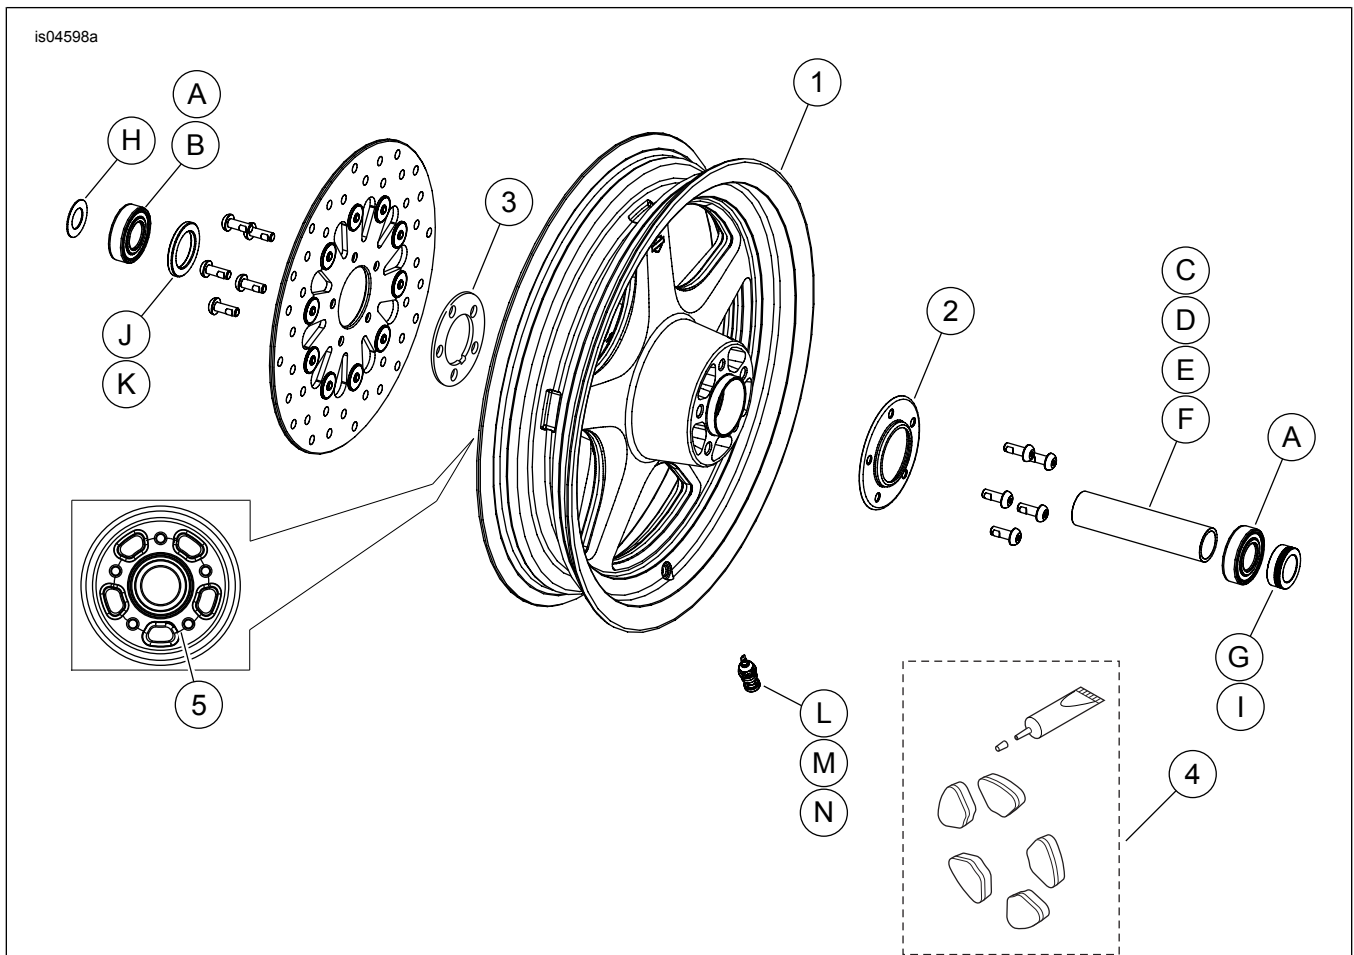

Abbildung 2. Ersatzteile: „THUNDERSTAR“-VORDERRADSÄTZE (16-Zoll-Rad abgebildet)
Diese Sätze enthalten das Spezial-Rad und je nach Satz u. U. auch eine Radkappe und Nabenplatte. Siehe Abbildung 2. und Tabelle 3 für Inhalt des Satzes.
2. Siehe Abbildung 2. Die Ventilschaft-Baugruppe (L, M oder N) am Rad anbringen. Siehe REIFEN im Werkstatthandbuch.
- Die linke Seite des Rads verfügt über eine maschinell in die Nabe eingearbeitete Rille (Teil 5, Siehe Abbildung 2.) und/oder DOT-Markierungen, die diese Seite als Bremsscheiben- und Primärlagerseite kennzeichnen.
- Das Rad so einbauen, dass die Nabenmarkierungen auf der linken Seite des Motorrads liegen. Die linke Seite des Rads verfügt über eine maschinell in die Nabe eingearbeitete Rille (Teil 5, Siehe Abbildung 2.) und Nabenmarkierungen, die diese Seite als Primärlagerseite kennzeichnen.
- Diese Sätze umfassen eine oder zwei Nabenplatte(n) (43985-00), die zwischen Bremsscheibe und Rad eingebaut wird, sowie eine verchromte Radkappe (43986-00), die am Rad gegenüber der Seite mit der Bremsscheibe eingebaut wird. Nabenabdeckungen müssen eingebaut werden, damit kein Wasser in das Rad eindringen und zu einer Unwucht führen kann. **Modelle mit zwei Bremsscheiben:** Zwischen jeder Bremsscheibe und Radnabe eine Nabenplatte aus rostfreiem Edelstahl (3) einbauen. Die verchromte Radkappe (2) entsorgen. Bremsscheiben gemäß den Verfahren im Werkstatthandbuch einbauen. **Modelle mit einer Bremsscheibe:** Zwischen jeder Bremsscheibe und Radnabe eine Nabenplatte aus rostfreiem Edelstahl (3) einbauen. Bremsscheibe gemäß den Verfahren im Werkstatthandbuch einbauen. Die verchromte Radkappe (2) auf der der Bremsscheibe gegenüberliegenden Seite einbauen. Die zusätzliche Nabenplatte aus rostfreiem Edelstahl (3) entsorgen.
- Das Rad verfügt über eine maschinell in die Nabe eingearbeitete Rille (Teil 5, Siehe Abbildung 2.), die diese Seite als rechte Seite kennzeichnet.
- Diese Sätze umfassen ein oder zwei Nabenplatte(n) (43985-00), die zwischen Bremsscheibe und Rad eingebaut wird, sowie eine verchromte Radkappe (43986-00), die am Rad gegenüber der Seite mit der Bremsscheibe eingebaut wird. Nabenabdeckungen müssen eingebaut werden, damit kein Wasser in das Rad eindringen und zu einer Unwucht führen kann. **Modelle mit zwei Bremsscheiben:** Zwischen jeder Bremsscheibe und Radnabe eine Nabenplatte aus rostfreiem Edelstahl (3) einbauen. Die verchromte Radkappe (2) entsorgen. Bremsscheiben gemäß den Verfahren im Werkstatthandbuch einbauen. **Modelle mit einer Bremsscheibe:** Zwischen jeder Bremsscheibe und Radnabe eine Nabenplatte aus rostfreiem Edelstahl (3) einbauen. Bremsscheibe gemäß den Verfahren im Werkstatthandbuch einbauen. Die verchromte Radkappe (2) auf der der Bremsscheibe gegenüberliegenden Seite einbauen. Die zusätzliche Nabenplatte aus rostfreiem Edelstahl (3) entsorgen.
6. Vorderrad (1), Originalachse und Originalachsmutter einbauen. Siehe VORDERRAD im Werkstatthandbuch.